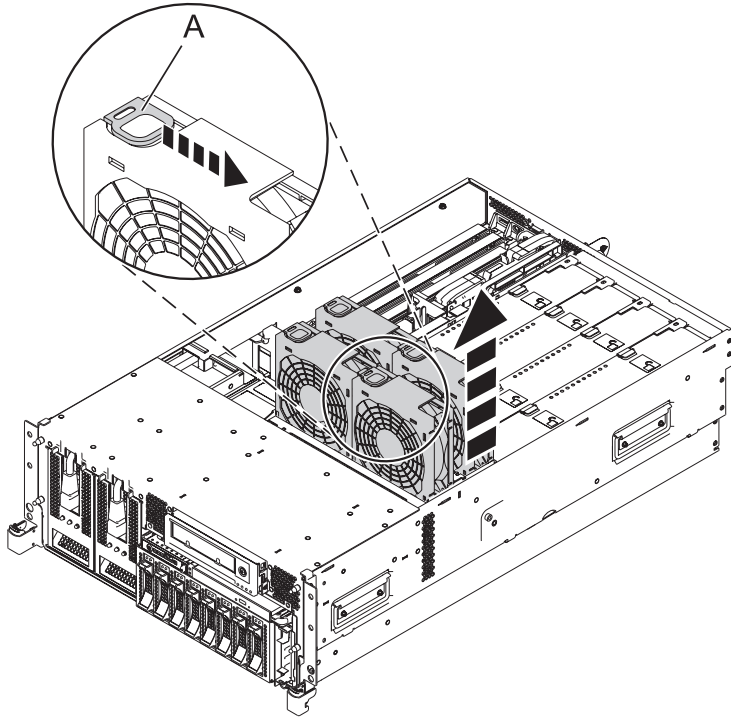

Figure 2. Retrait du ventilateur du boîtier de ventilation
- a. Pour retirer les ventilateurs, appuyez sur la patte (A) et soulevez le ventilateur pour le retirer du boîtier de ventilation, comme indiqué dans la figure 2, à la page 5.